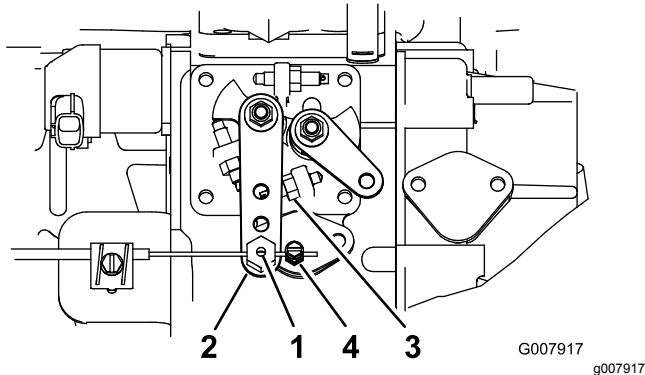

Figura 55
2. Desaperte o conector do cabo do regulador, no cabo do regulador, junto da alavanca da bomba de injeção (Figura 55).
3. Mantenha o braço da alavanca da bomba de injeção contra o travão de ralenti elevado (Figura 55).